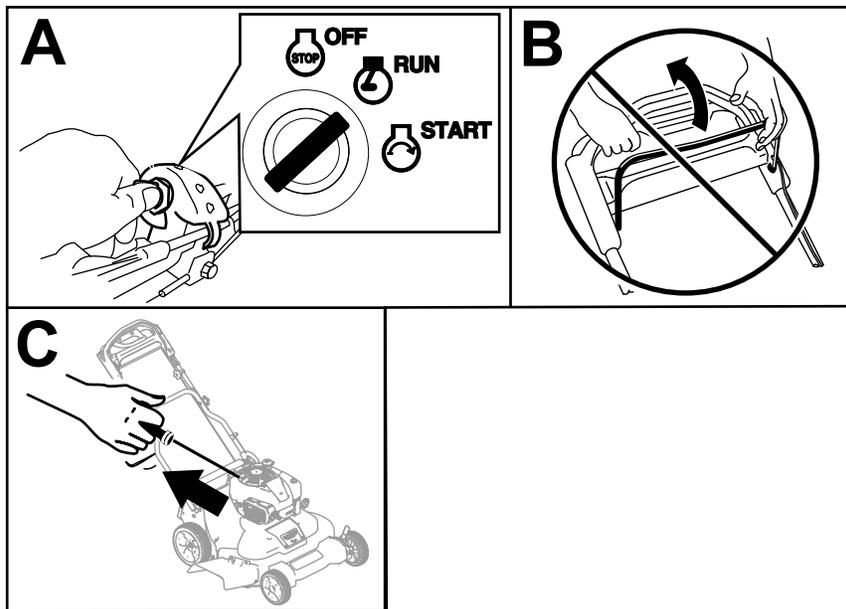

Рисунок 16
1. Поверните ключ зажигания в положение RUN (РАБОТА) (вид А на Рисунок 16).
Внимание: Не пытайтесь запускать двигатель с задействованной штангой управления ножом; в противном случае может перегореть плавкий предохранитель (вид В на Рисунок 16).
2. Медленно потяните за рукоятку механического стартера назад, пока не почувствуете сопротивление, после чего резко дерните за нее (вид С на Рисунок 16). Дождитесь полного вытягивания троса в кожух двигателя.